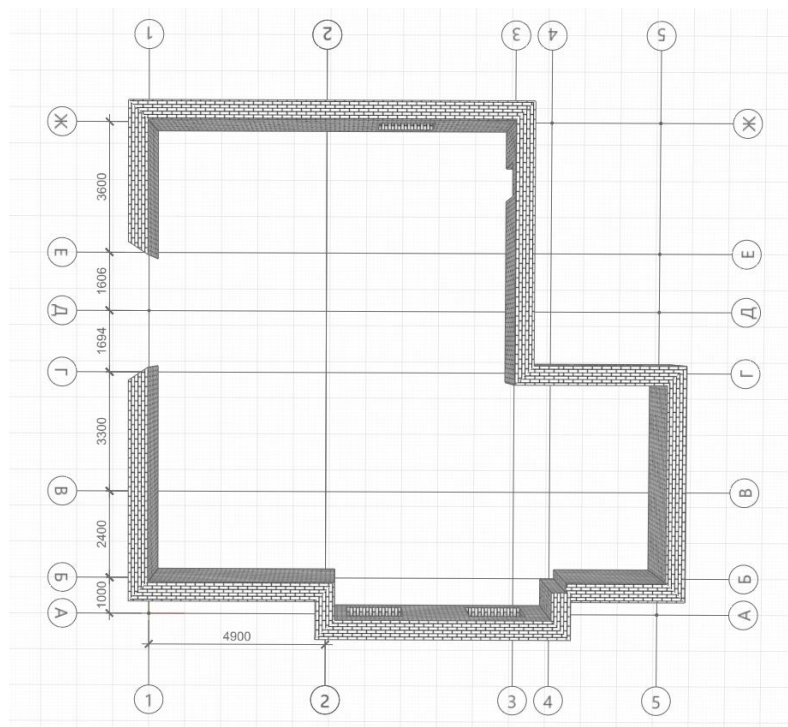

Рис. 22 Построение стен
4. Выполним построение следующих стен, как показано на картинке (рис. 22)